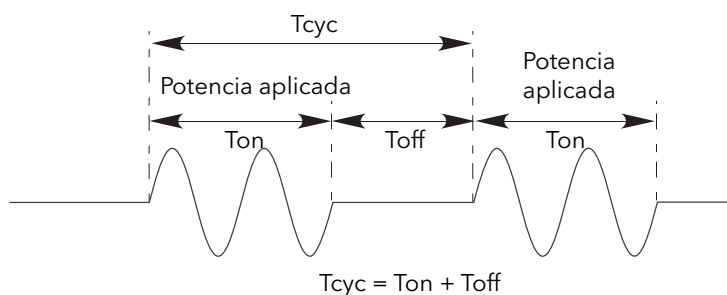

Figura 17 Modo ráfaga fija
Significa que hay un ciclo de duración fija equivalente al número entero de ciclos de tensión de alimentación definido en el menú del modulador. La potencia se controla variando el coeficiente entre el periodo de encendido (ON) y apagado (OFF) con la misma duración del ciclo (Figura 17).